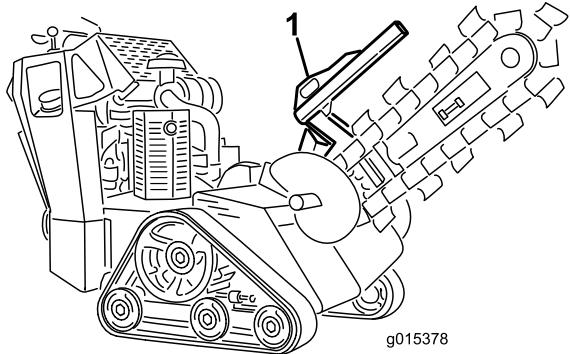
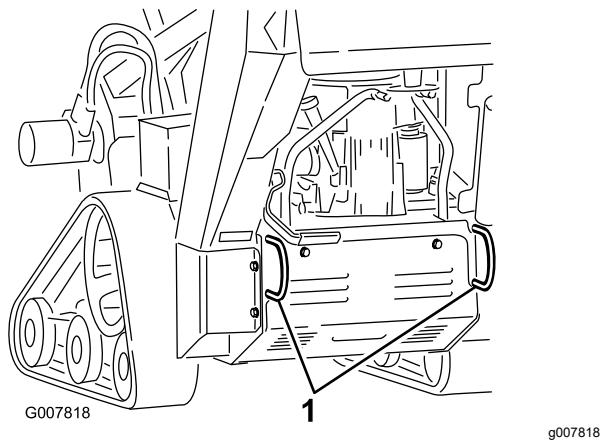

Figura 22
Figura 23
- Sujete la máquina a un remolque con cadenas o correas usando los puntos de amarre/izado situados en la parte delantera y trasera de la máquina (Figura 22 y Figura 23). Consulte en la normativa local los requisitos aplicables al remolque y al sistema de amarre.
Puede izar la máquina usando los puntos de amarre/izado (Figura 22 y Figura 23).